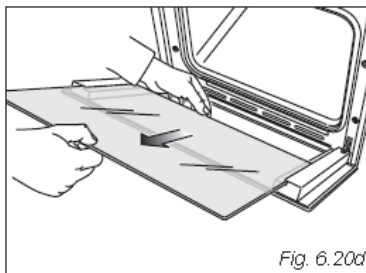

Fig. 6.20d
- Puxe com cuidado o vidro interno (fig. 6.20d).